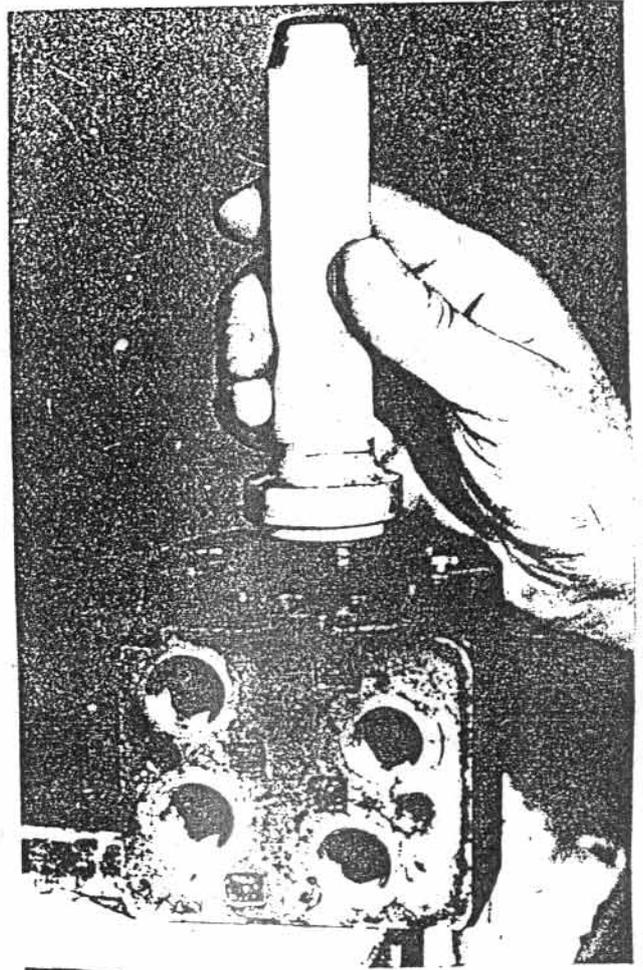

Рис. 8.25
- Ставится в корпусе упорная шайба 17 и уплотнение радиальное 27. (См. рис. 8.25). Уплотнительные кромки повернуть внутрь корпуса.